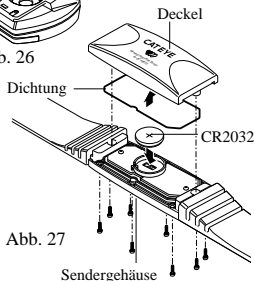

Abb. 27
1. Lösen und entfernen Sie die 8 Schrauben auf der Rückseite des Senders, und nehmen Sie den Deckel ab (Abb. 27).